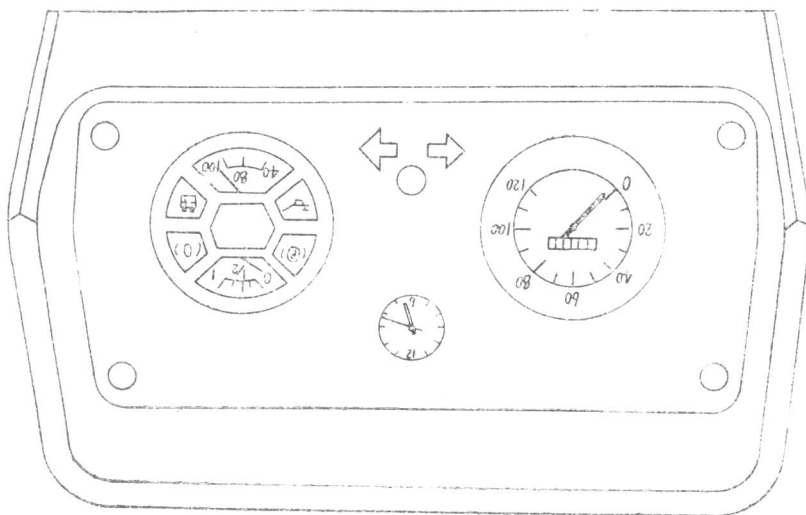

图1—3 仪表板
综合开关位于方向盘下，外形如图1—1所示。
2. 仪表：仪表板如图1—3所示。
档位见图1—4所示。
该手柄是节气门踏板的辅助手动装置。在发动机预热怠速运转或提高转速时，可使用手油门。沿顺时针方向转动手柄发动，机转速提高；反之，则使发动机转速降低。但汽车行驶时，一般都不使用手油门手柄。如图1—5所示。